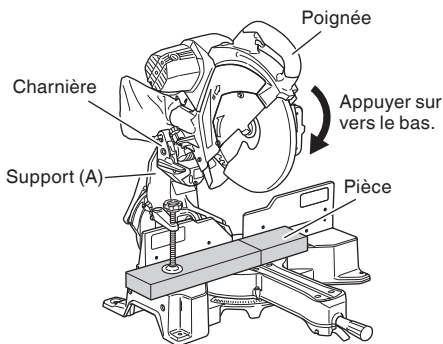

Fig. 25
Glisser la charnière sur le support (A), et serrer le bouton de fixation de glissière comme (Voir Fig. 2) indiqué à la Fig. 25.